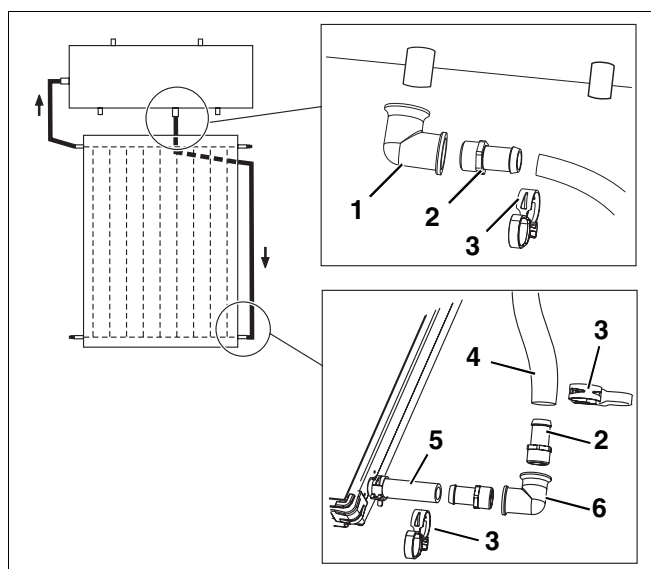

Fig. 19 Montagem da tubagem de retorno
- B Montar previamente o cotovelo para o termoacumulador (fig. 19, **item 1**) com o terminal de mangueira (fig. 19, **item 2**) e aparafusar à ligação de retorno do termoacumulador.
- B Montar previamente o cotovelo para o colector (fig. 19, **item 6**) com dois terminais de mangueira (fig. 19, **item 2**) e inserir na mangueira solar curta no colector, em baixo (fig. 19, **item 5**). Fixar com braçadeiras de mola (fig. 19, **item 3**).
- B Estabelecer a ligação entre o termoacumulador e o colector com a mangueira solar de 2400 mm (fig. 19, **item 4**). Fixar com braçadeiras de mola (fig. 19, **item 3**).